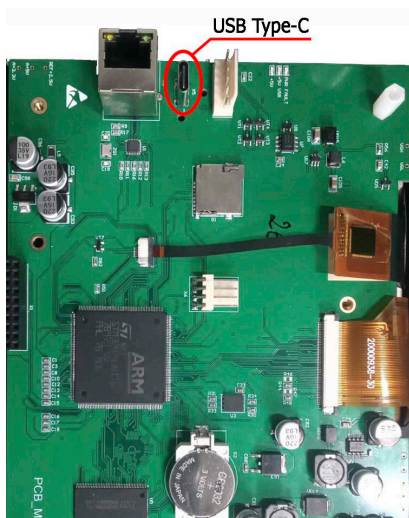

Рисунок 51
- 4) Підключіть USB флеш-накопичувач до USB-роз'єму, розташованого на платі модуля, див. рис. 51.